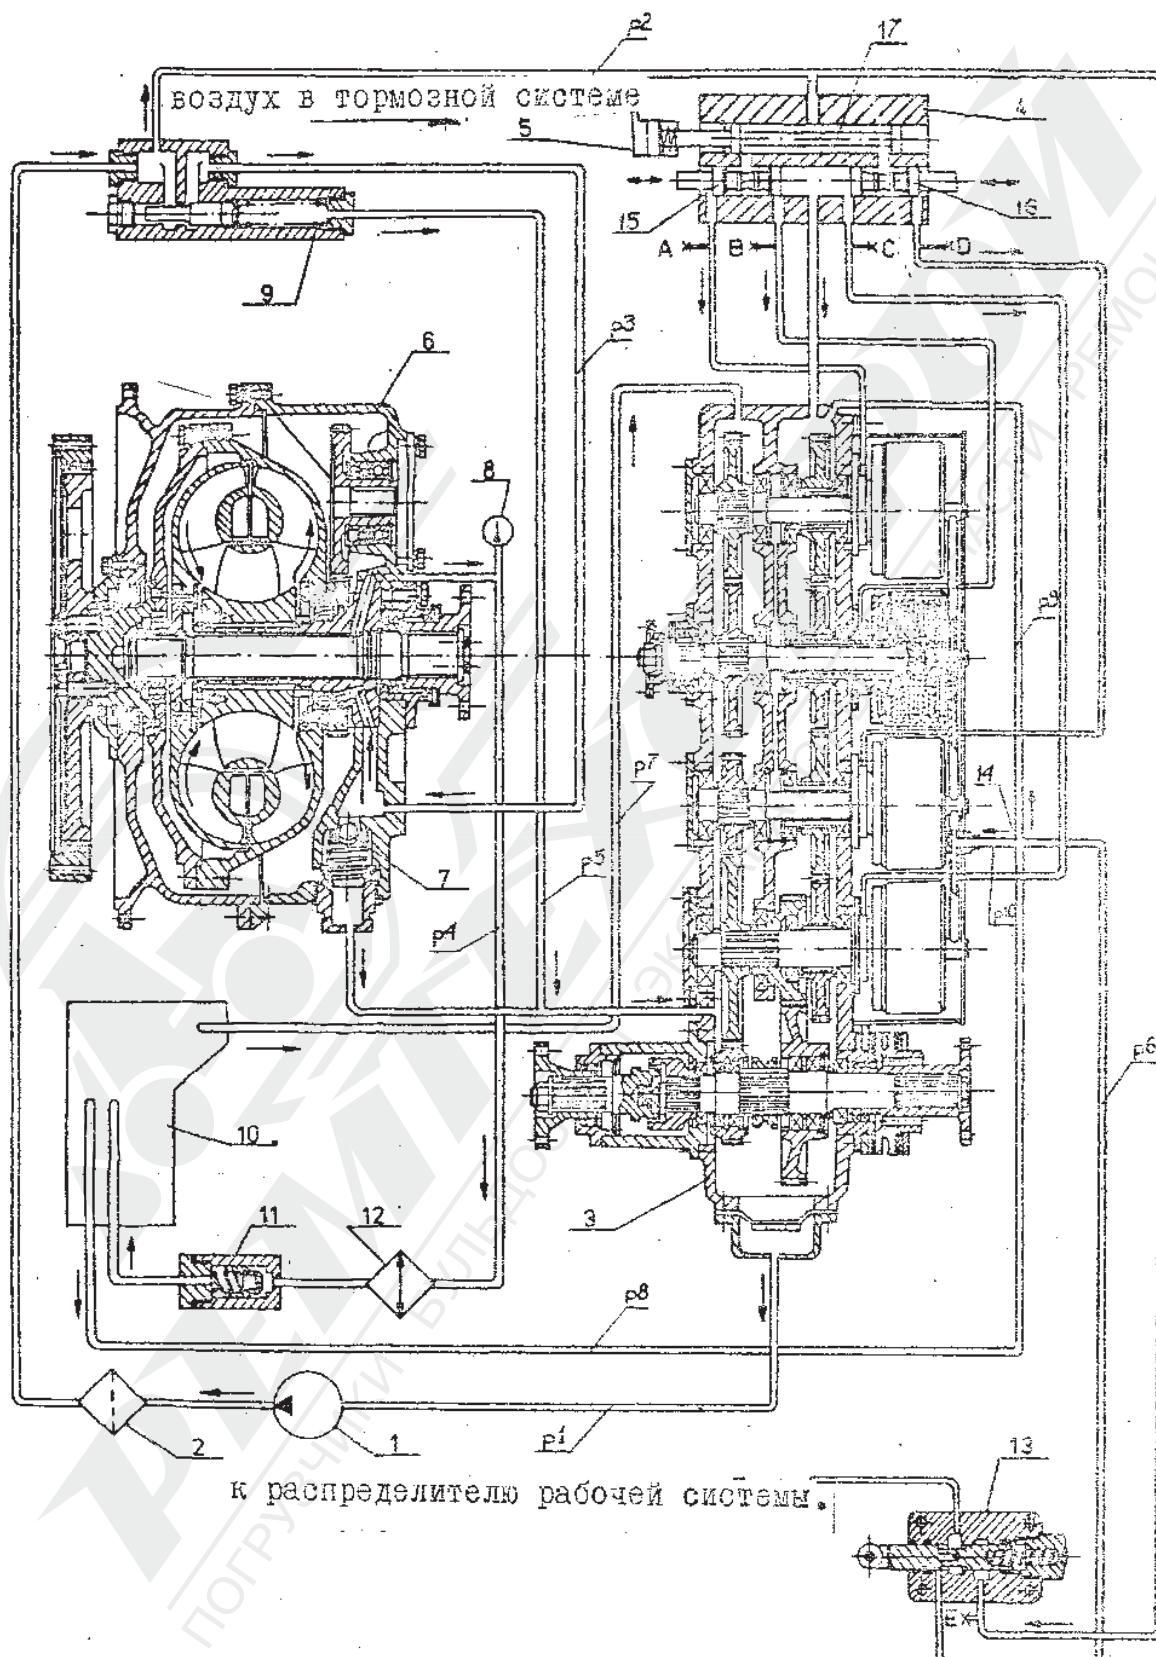
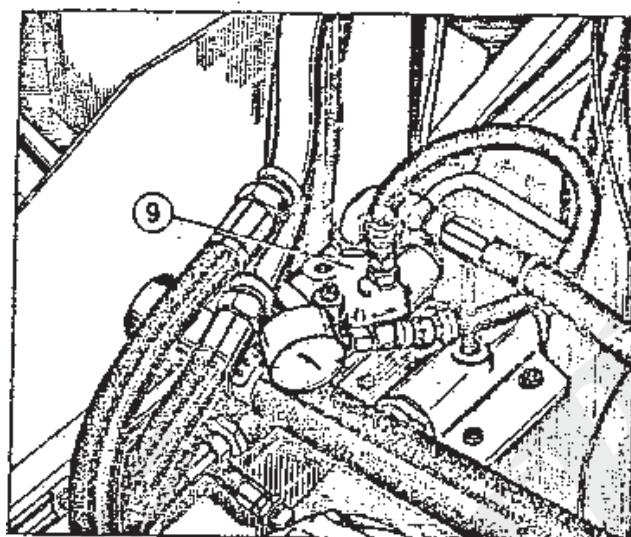
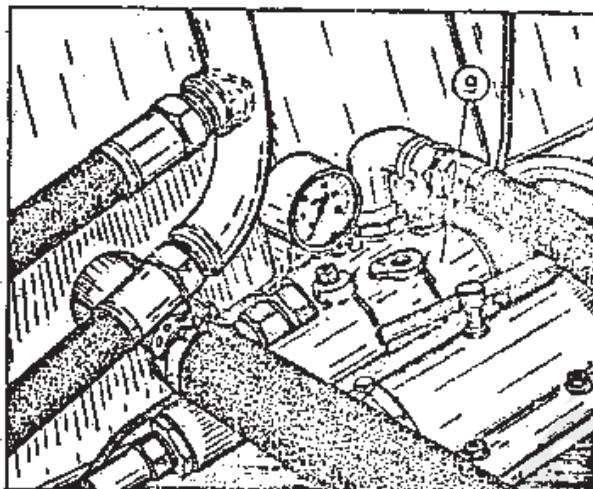

Рис. 1-17. Гидравлическая система привода - схема работы
Рис. 1-23. Измерение давления масла на управляющую крышку и сцепления после ввинчения манометра в гнёзда поршневого клапана /поз. 9/
Рис. 1-25. Измерение давления на входе в механизм смены момента после завинчивания манометра в гнездо поршневого клапана /поз. 9/
1.9.1. Конструкция и работа гидравлической системы привода /рис. 1-17/
На рис. 1-17 показаны точки, в которых следует подключить манометр для контроля давления, если возникнут подозрения о неисправном распределении масла в системе.
д/ Измерение давления масла на управляющую крышку или сцепления. После завинчивания манометра в гнездо на • управляющем клапане 9 /рис. 1-17 и рис. 1-23/ и после достижения оборотов двигателя 1500-1800об/мин рычаг З поставить в положение "а" обозначенном пятью точками; на манометре видна тогда величина давления на управляющую крышку.
е/ Измерение давления масла на входе в механизм смены момента. После завинчивания манометра в измерительное гнездо /рис. 1-25/ на управляющем клапане 9 /рис. 1-17/ и по достижении оборотов двигателя 1500-1800об/мин получают величину давления на входе в механизм смены момента.